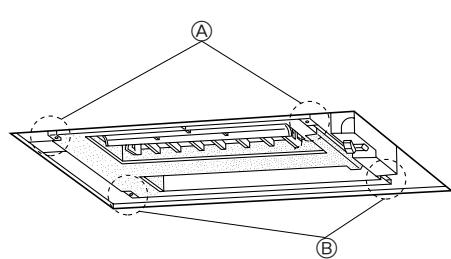

Fig. 5-2
5.2. Vor dem Instellungbringen überprüfen (Fig. 5-2, 3)